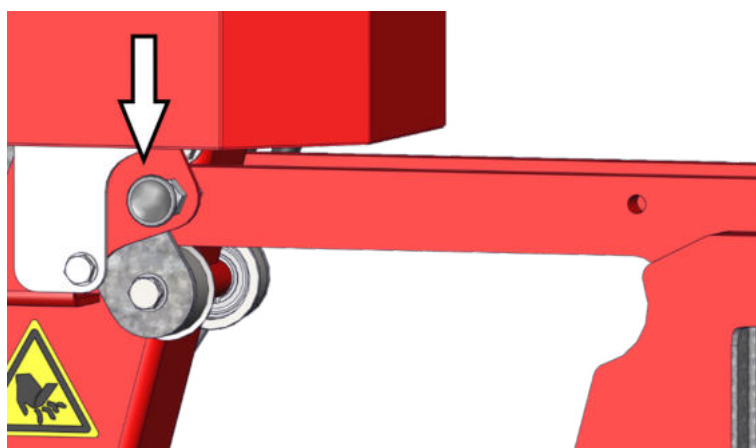

Figura 4.5 Despliegue del contrapeso
1. Desbloquee el contrapeso desatornillando o sacando la lengüeta del perno de retención (véase *Figura 4.5*).